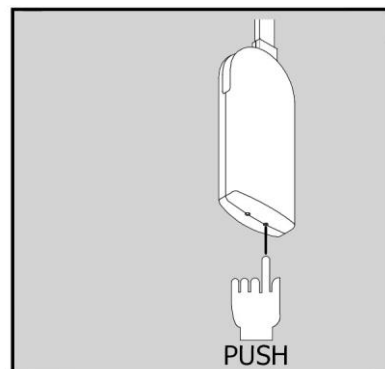

Рис.22
- 1 - Нажмите и удерживайте кнопку программирования (Рис. 22) в течение 5 секунд, после отпускания вы услышите двойной "VIP" сигнал
Если вы хотите удалить все пульты дистанционного управления, необходимо удерживать нажатой кнопку программирования (Рис. 22) в течение 10 секунд. При отпускании кнопки три последовательных "BIP" сигнала означают, что все синхронизированные пульты дистанционного управления были удалены. После этого можно выполнить повторную настройку желаемого пульта/ов дистанционного управления.